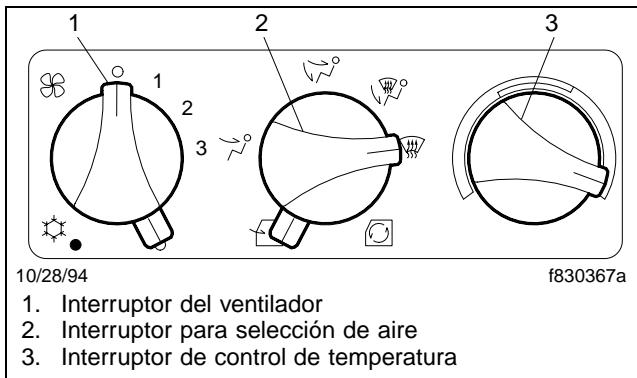

Figura 3.34, Desempañado y descongelación
## Desempañado y descongelación (Vea la Figura 3.34)
4. Mueva el interruptor para selección de aire a la posición de descongelación (parabrisas), como se muestra en la **Figura 3.34**. En esta posición, se dirige aire seco y caliente al parabrisas.